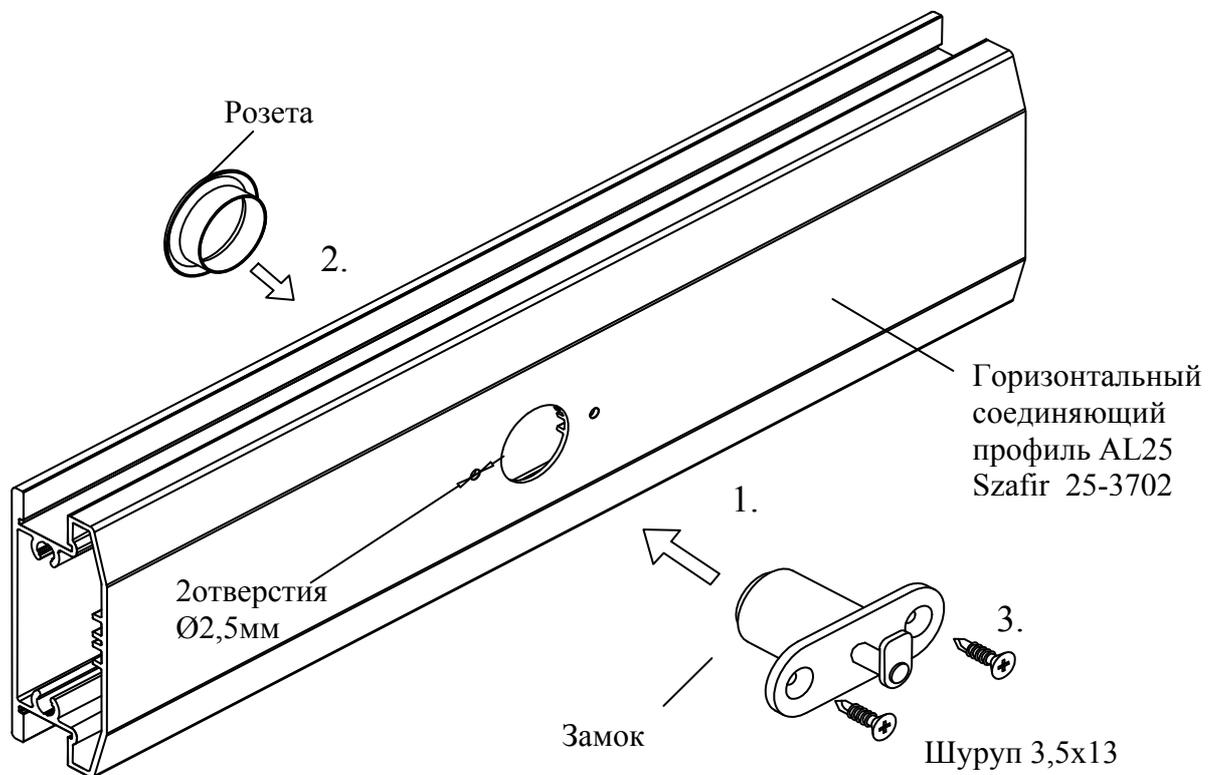

Рис. 12. Монтаж замка **верхней блокировки** в горизонтальном соединяющем профиле.
Просверлить сквозное отверстие под замок. Отверстия под шурупы сверлить только в задней стенке горизонтального профиля «блокировки» (рис. 10/ рис. 12). Отверстия можно просверлить фрезой, используя шаблон для монтажа блокировки (стр.17).
c) В горизонтальном профиле, до монтажа блокировки, прикрепить замок согласно схеме представленной на рис.12.
Провести монтаж замка согласно очередности цифр представленных на рис.12.